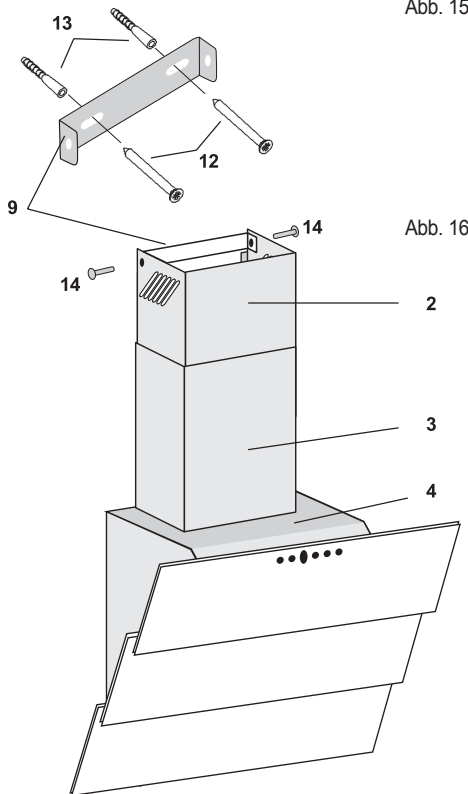

Abb. 16
**Bei Umluftbetrieb:** den Teleskopschaft (2) so einsetzen, dass die Luftaustrittsschlitze oben sind. (Abb. 16).
Nun den Teleskopschaft (2) bis zur Raumdecke hochziehen und am Montageblech (9) mit 2 Schrauben 3,9x9,5 mm (14) befestigen (Abb. 16).